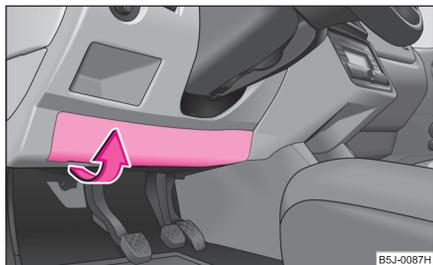

Abb. 179 Untere Seite der Schalttafel: Sicherungsdeckel
- Schwenken Sie vorsichtig den Deckel in Pfeilrichtung und nehmen Sie diesen heraus ⇒ Abb. 179.